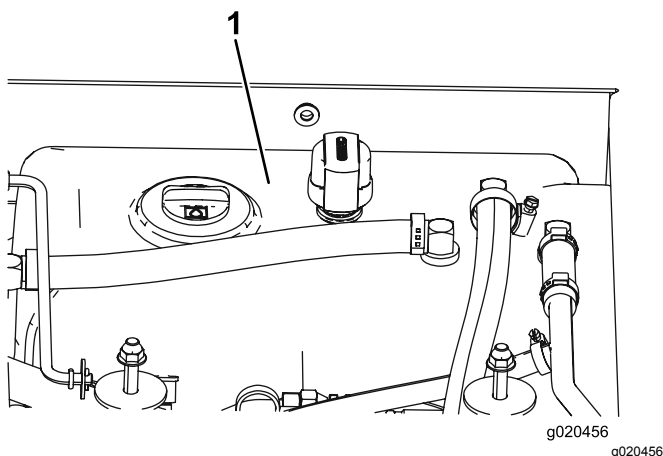

Figura 99
3. Riempite il serbatoio (Figura 99) di fluido idraulico; fate riferimento a Controllo del fluido idraulico.